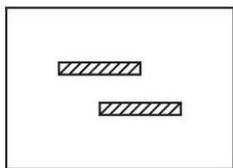
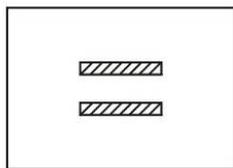

Figura 52
Figura 53
(1) Foria horizontal
Si el paciente no tiene presbicia, establezca los resultados de la prueba de foria en un punto lejano de la apertura. Si el paciente tiene presbicia, ponga los resultados en la prueba de punto cercano. Coloque la tarjeta de punto cercano a 40 cm y gire la perilla de la lente auxiliar ② para establecer el ojo derecho en 6ΔU de modo que las filas de letras estén completamente separadas. Si el paciente tiene foria horizontal, se mostrará como la figura 52. Gire el prisma giratorio ⑫ hacia el otro ojo, con la escala 0 hacia arriba (ver Fig.54) Gire la perilla de rotación del prisma ⑪ de modo que no haya diferencia entre los ojos izquierdo y derecho y, en este momento, la escala del prisma giratorio indica la potencia del prisma (ver figura 53).